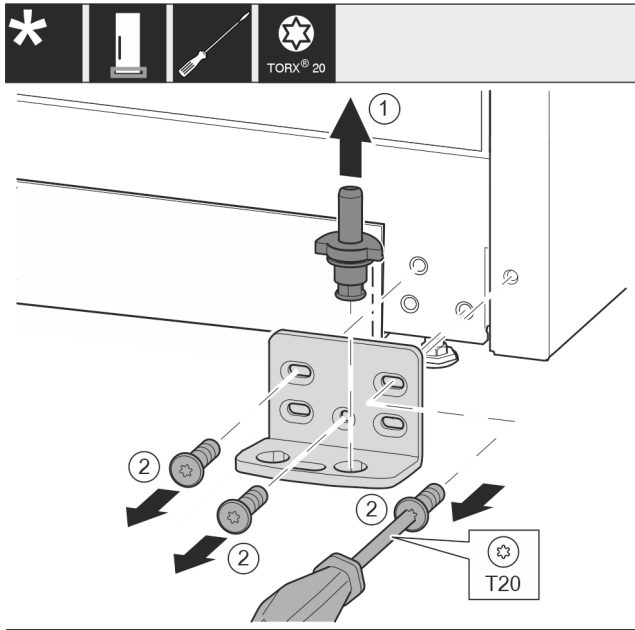

Fig. 12
- ▶ Nxirrni jashtë komplet bazamentin mbështetës nga lart. Fig. 12 (1)
- ▶ Nxirrni jashtë vidat me një kaçavidë T20 dhe hiqni bazamentin mbështetës. Fig. 12 (2)